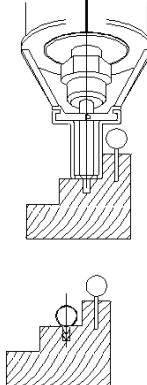

Fig. 12
5.2 FRESADOS CON GUÍA RECTA (Figs. 12 y 13)
Es posible el ranurado de ventanas, sin necesidad de desmontar las fijas. (Fig. 12).